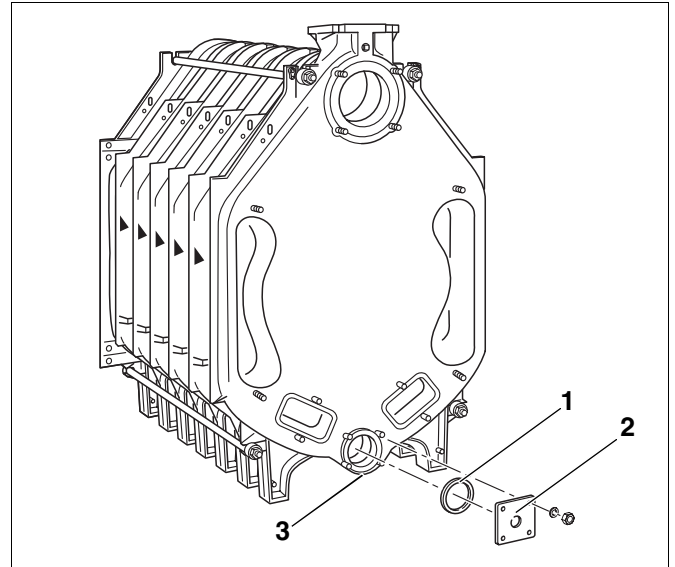

Abb. 26 Flansch montieren
- Untere Kesselnabe (Abb. 26, **Pos. 3**) von vorne und hinten verschließen. Dazu entsprechende Dichtung (Abb. 26, **Pos. 1**) auf die jeweilige Kesselnabe legen und Blindflansch der Kantenlänge 110 mm aufschrauben. Der Flansch mit der Gewindebohrung (R ¾) für den Füll- und Entleeranschluss (Abb. 26, **Pos. 2**) wird dabei auf der Kesselnabe montiert.